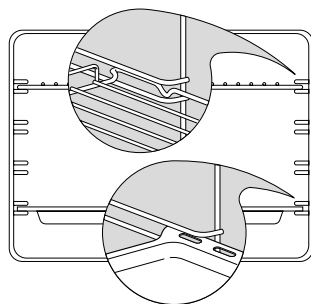

Figura 27 Posizione corretta dei ripiani e leccarda
- Inserire ripiani e leccarde. Se non si stanno usando i supporti del ripiano scorrevole, allora far scorrere ripiani e leccarda come mostrato alla figura 27. Inserirli nelle guide metalliche, con la tacca di blocco di sicurezza verso il basso e sul retro.